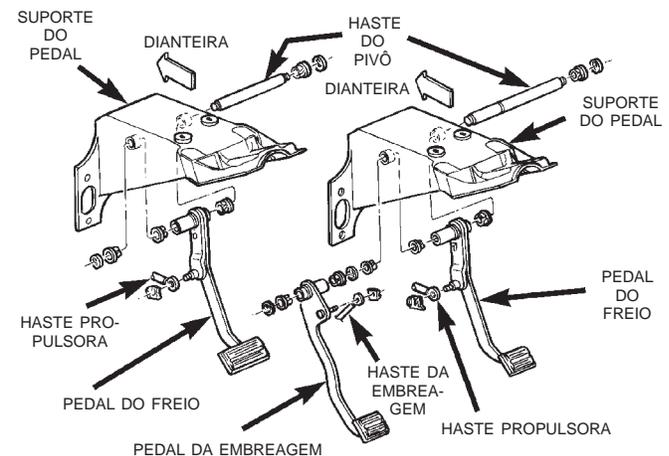
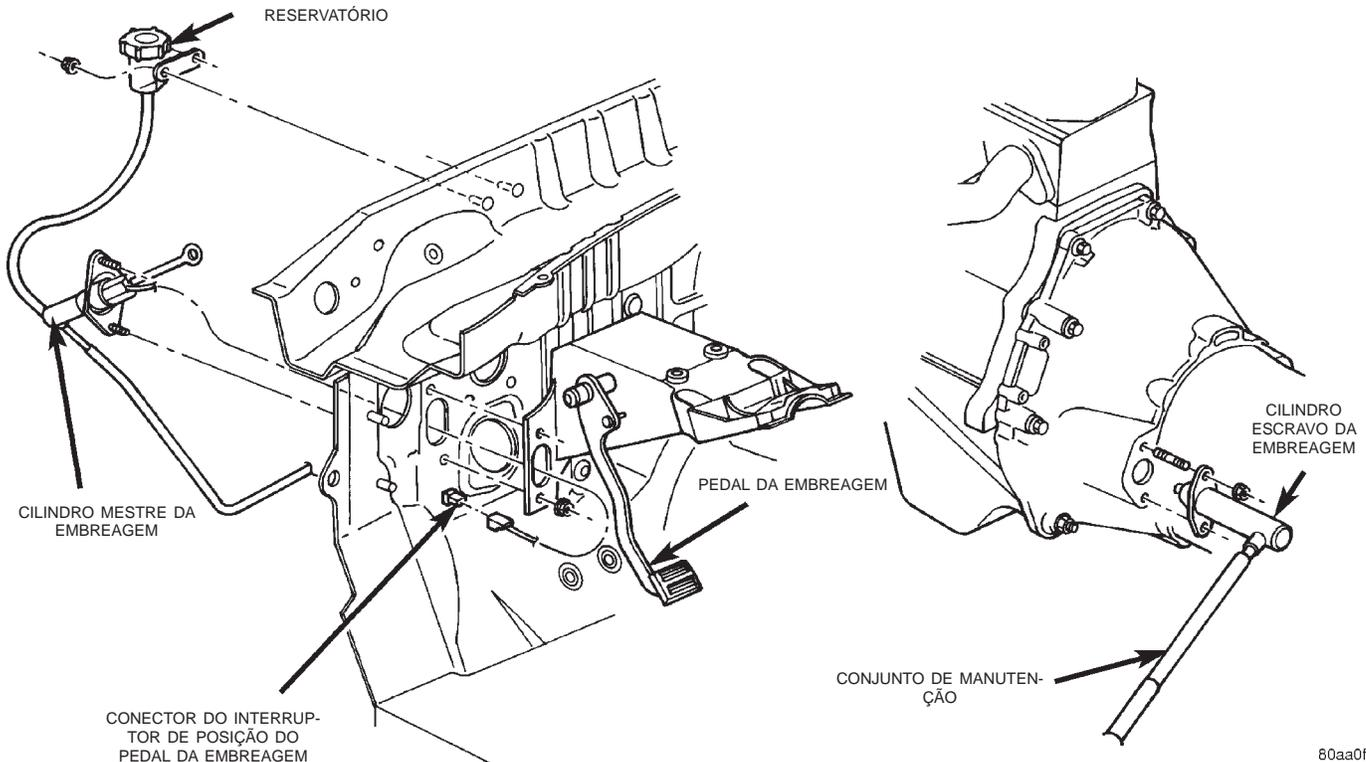

Fig. 7 Pedal da Embreagem
Fig. 8 Articulação Hidráulica da Embreagem
(1) Erga e apóie o veículo.
(2) Remova as porcas que fixam o cilindro secundário à caixa da embreagem (Fig. 8).
(3) Remova o cilindro secundário da caixa.
(4) Remova a linha de fluido hidráulico das presilhas da carroceria, se necessário.
(5) Abaixue o veículo.
(6) Remova a presilha que prende o tucho do cilindro mestre da embreagem ao pedal da embreagem (Fig. 7).
(7) Deslize o tucho do cilindro mestre da embreagem para fora do pino do pedal da embreagem.
(8) Desligue o conector do interruptor de posição do pedal da embreagem do chicote de fiação.
(9) Remova as porcas que prendem o cilindro mestre da embreagem ao painel.
(10) Verifique se a tampa do reservatório do cilindro mestre da embreagem está apertada para evitar vazamento indevido durante a remoção.
(11) Remova os parafusos que prendem o reservatório do fluido da embreagem ao painel.
(12) Puxe o cilindro mestre da embreagem do painel.
(13) Remova os componentes da articulação hidráulica do veículo.
(1) Aperte a tampa do reservatório do fluido da embreagem para evitar que derrame durante a instalação.
(2) Coloque os cilindros, as linhas de conexão e o reservatório no veículo (Fig. 8).
(3) Insira o cilindro mestre da embreagem no painel.
(4) Coloque o reservatório no painel e instale os parafusos do reservatório. Aperte os parafusos com um torque de 5 N·m (40 pol.-lb.).
(5) Instale a porca para prender o cilindro mestre da embreagem ao painel. Aperte as porcas com um torque de 54 N·m (40 pés.-lb.).
(6) Aplique uma leve camada de graxa no diâmetro interno do tucho do cilindro mestre e no diâmetro externo do pino do pedal da embreagem.
(7) Instale o tucho do cilindro mestre da embreagem no pino do pedal da embreagem (Fig. 7). Prenda a haste com a presilha retentora.
(8) Ligue o conector do interruptor de posição do pedal da embreagem do chicote de fiação.
(9) Erga o veículo.
(10) Insira o tucho do cilindro secundário através da abertura da caixa da embreagem e por dentro da alavanca de liberação. Certifique-se de que a extremidade da haste esteja bem engatada na alavanca de liberação. Verifique isso antes de instalar as porcas de fixação do cilindro.
(11) Instale e aperte as porcas de fixação do cilindro secundário com um torque de 23 N·m (200 pol.-lb.).
(12) Insira a linha de fluido da embreagem nas presilhas da carroceria, se necessário. Verifique se a linha do fluido do cilindro mestre para o secundário está encaminhada corretamente.